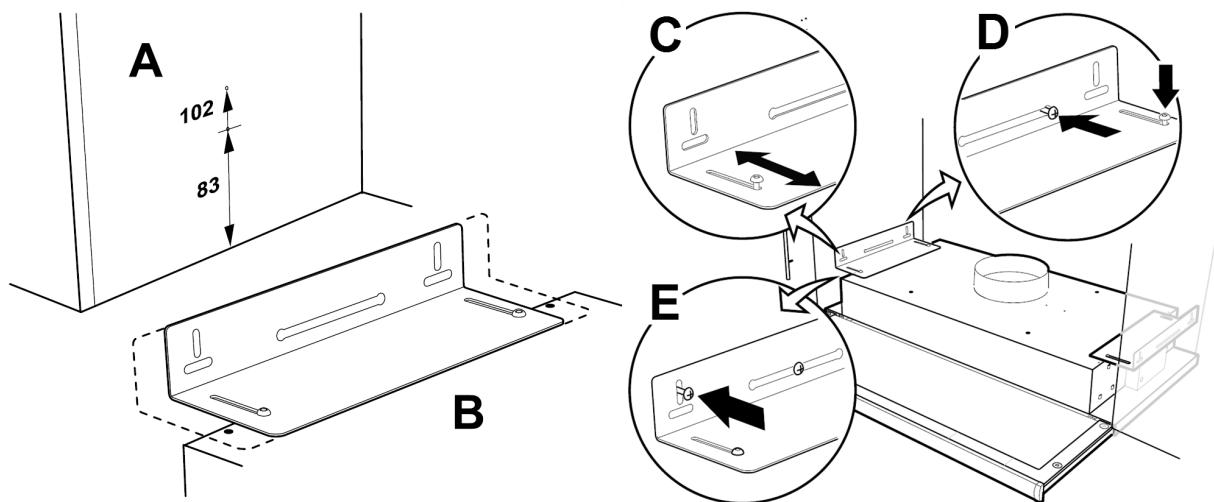

Bild 14 Montage mit Halterungen
Schrauben so anzeichnen und befestigen, dass sie einige Millimeter von beiden Schrankseiten vorstehen (Abbildung 14, Pos. A). Soll die Unterseite der Dunstabzugshaube mit der Unterseite der Schrankreihe ausgerichtet werden, ist das obere Maß 102 zu verwenden; siehe Abbildung 14, Pos. A. Die Dunstabzugshaubenhalter sind auf verschiedene Schranktiefen einstellbar (Abbildung 14, Pos. B).
2. Verschieben Sie die Dunstabzugshaubenhalter, ohne die Schrauben festzuziehen, und stellen Sie die Halterungen so ein, dass sie an den Seiten der Schränke passen (Abbildung 14, Pos. C). Hängen Sie die Dunstabzugshaube in die vormontierten Schrauben an der Seite des Schrankes ein. Ziehen Sie die Schrauben in der Halterung und an der Wand fest (Abbildung 14, Pos. D). Befestigen Sie die Halterungen mit den Verriegelungsschrauben (Abbildung 14, Pos. E).